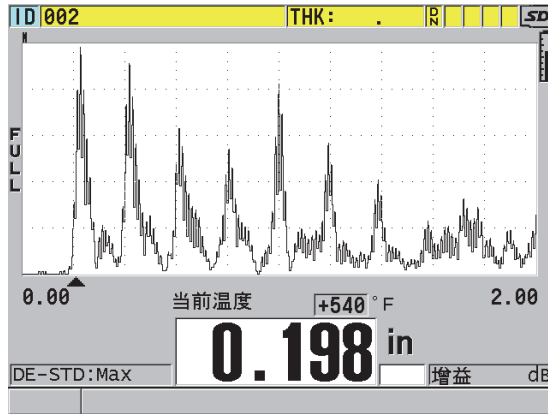

图 10-19 温度补偿数据的显示
- 按 [测量] 键，返回到测量屏幕，此时温度补偿已激活（参见第 165 页的图 10-19）。